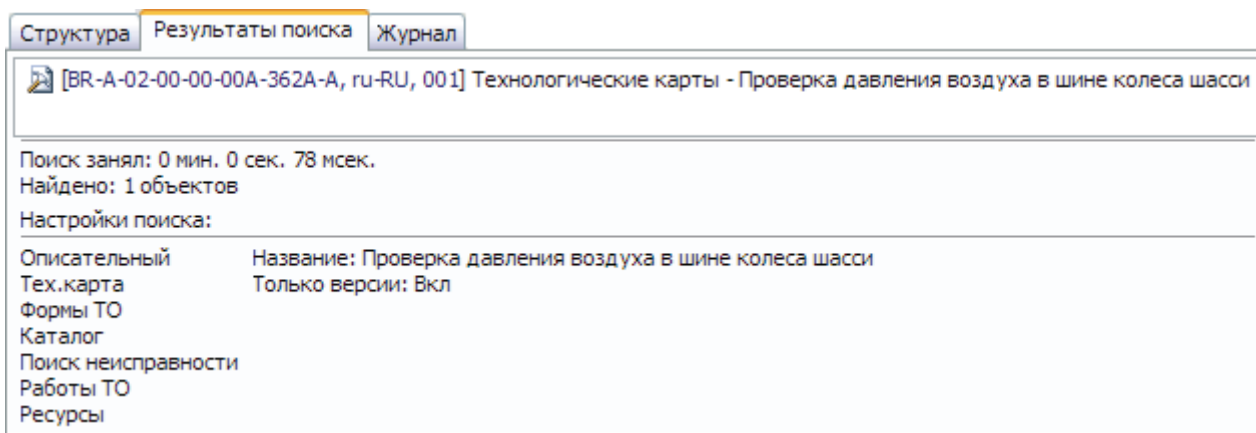

Рис. 3.11
7. После ввода параметров поиска нажмите на кнопку **Начать поиск**. Результаты поиска появятся в левом окне на вкладке **Результаты поиска** (Рис. 3.11).